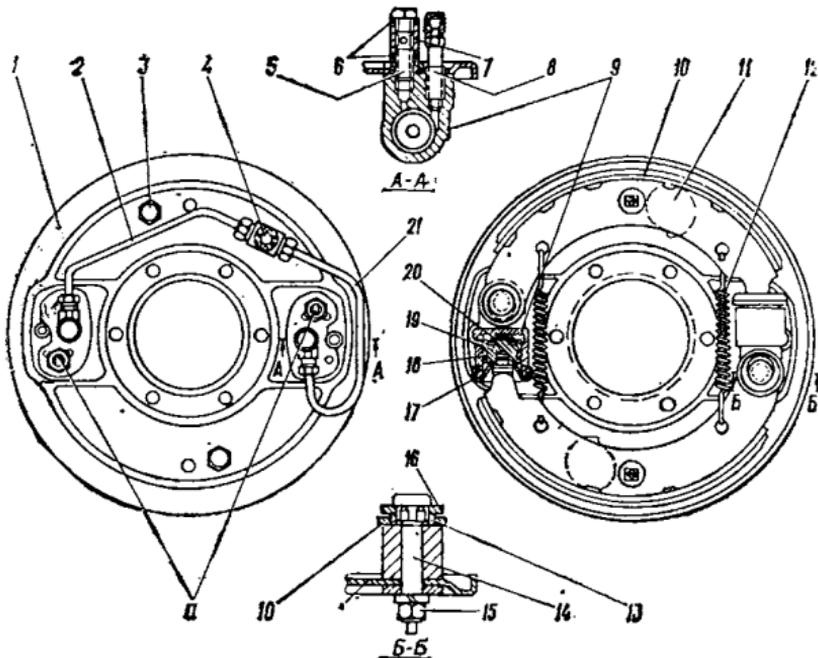
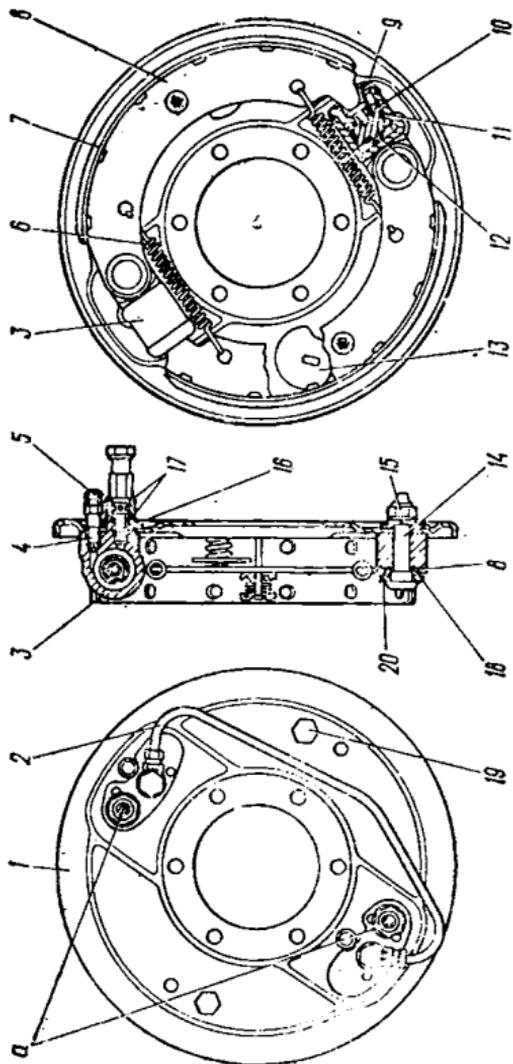

Рис. 94. Тормоз переднего колеса автомобиля УАЗ-469:
Рис. 95. Тормоз переднего колеса автомобиля УАЗ-469Б:
Тормоз переднего колеса автомобиля УАЗ-469 показан на рис. 94, а автомобиля УАЗ-469Б — на рис. 95. Передние тормоза этих автомобилей отличаются щитами, имеющими разные
На щитах 1, 1 (рис. 94, 95) с помощью опорных пальцев 14 и 14 и гаек 15 и 15 закреплены два колесных цилиндра 9 и 3. На опорных пальцах между шайбами под их головками и опорными проушинами колесных цилиндров неподвижно посажены бронзовые эксцентрики 13 и 18, на которых поворачиваются тормозные колодки 10 и 8. Поворотом опорных пальцев с эксцентриками можно смещать опорные концы колодок относительно тормозного щита. Регулируют тормоза с помощью опорных пальцев при их сборке на заводе или при ремонте тормозов с заменой колодок или накладок.
При правильной установке колодок с неизношенными накладками и тормозным барабаном метки на опорных пальцах (керны на наружных торцах) должны быть расположены, как показано на рис. 94 и 95, или с отклонениями от этого положения в ту или другую сторону до 50°.
Подвижные концы тормозных колодок входят в пазы наколенников поршней 19 и 10 колесных цилиндров 9 и 3. Колодки внутренней поверхностью своих ободов опираются на регулировочные эксцентрики 11 и 13, подвижно установленные на тормозном щите. От произвольного проворачивания эксцентрики удерживаются сильными пружинами. Колодки прижимаются к эксцентрикам стяжными пружинами 12 и 6. Шестигранные головки болтов 3 и 19 регулировочных эксцентриков выведены на наружную сторону тормозного щита. С помощью эксцентриков устанавливается необходимый зазор между колодками и барабаном. От бокового смещения колодки удерживаются торцами болтов регулировочных эксцентриков и пружинами, установленными в средней части колодок (рис. 94 и 95).
2. Ослабьте гайки опорных пальцев и установите опорные пальцы в начальное положение (метки на торцах опорных пальцев должны быть расположены, как указано на рис. 94, 95).